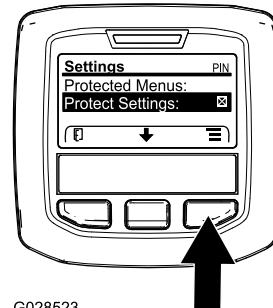

Figure 36
1. Dans le MENU PRINCIPAL, appuyez sur le bouton central pour naviguer jusqu'au menu RÉGLAGES, puis appuyez sur le bouton droit (Figure 36).